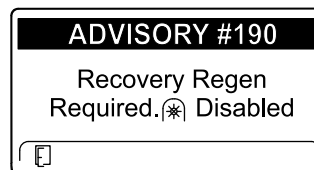

Figura 48
- Recovery regen required (Es necesaria una regeneración de recuperación) ADVISORY #190 (Aviso n.º 190) (Figura 48)